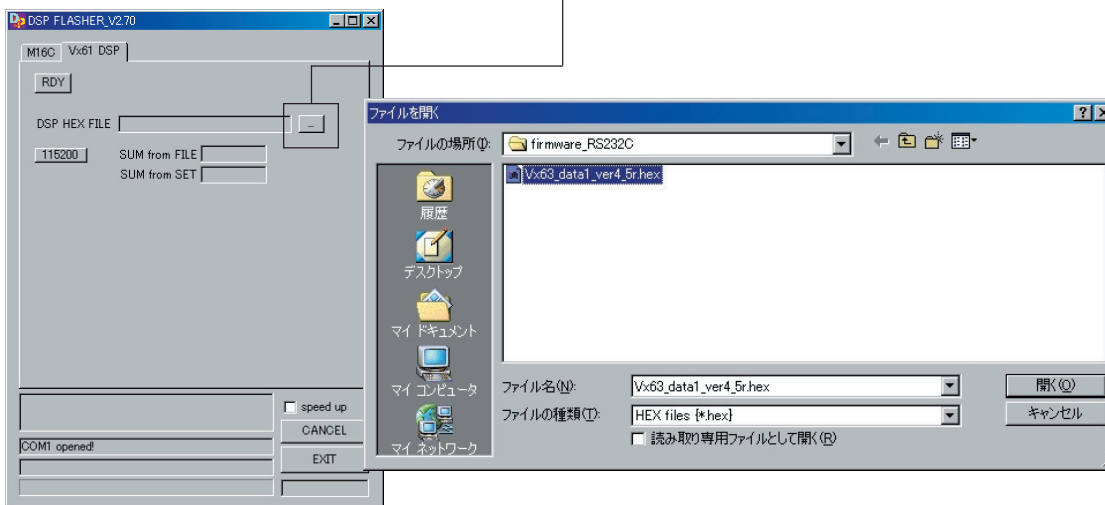

Fig. 3
6. Click [...]. (Fig. 3)
Select "Vx63_data1_verxxxxxr.hex". (Fig. 3)
6. [...]をクリックします。(Fig. 3)
"Vx63_data1_verxxxxxr.hex"を選択します。(Fig. 3)